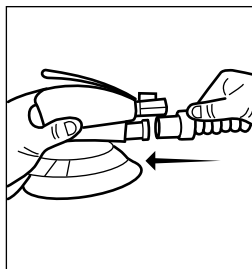

Рис. 3
3. Подсоедините шланг пылеуловителя к выходному патрубку 3 (рис. 1), как показано на рис. 3.